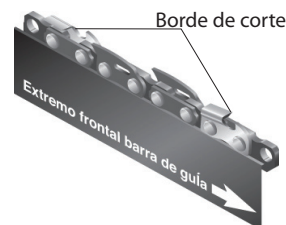

Figura 37 - Instalación correcta de la cadena de la sierra
4. Ponga la nueva cadena alrededor del piñón motriz, a lo largo de la ranura superior de la barra guía, y alrededor del extremo de la barra guía. *Nota:* Asegúrese que los bordes cortantes de la cadena estén mirando en la dirección correcta. Ponga la cadena de manera que los bordes cortantes en el tope de la barra guía miren hacia el extremo de la barra guía (vea la figura 37 y el indicador en la cubierta lateral de la sierra).